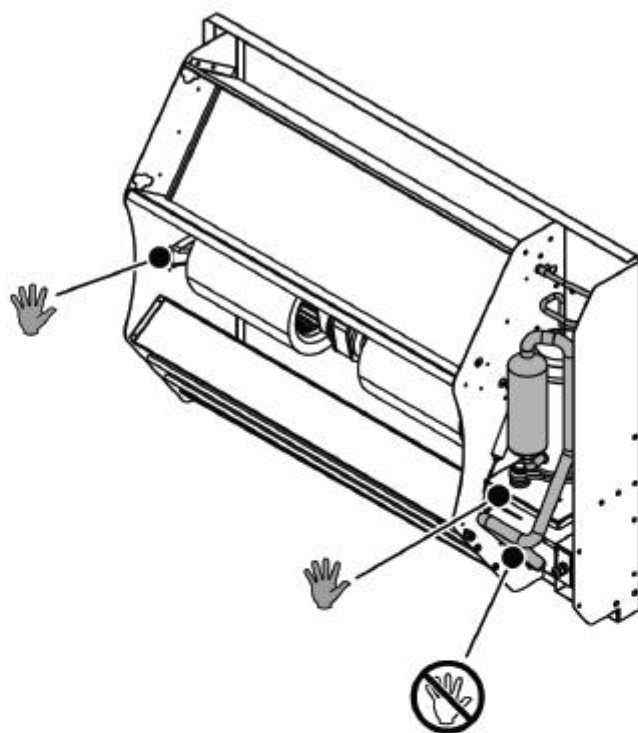
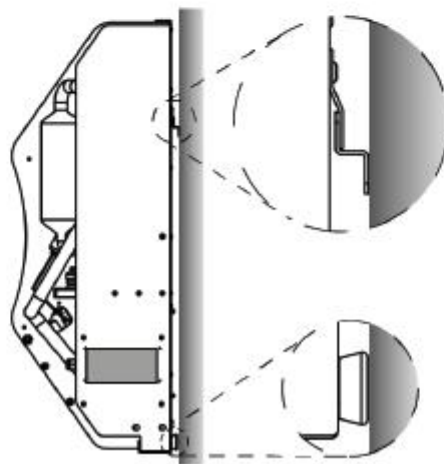

Fig.7 - Points conseillés pour le levage du déshumidificateur
Fig.8 - Position du déshumidificateur sur le mur
- soulever la machine de la manière indiquée sur la figure 7 et la poser sur l'étrier mural de la manière indiquée sur la figure 8
La machine doit être soulevée par deux personnes au moins. Pour soulever la machine ne jamais toucher les tuyaux du circuit frigorifique mais utiliser la poignée qui se trouve sur la gauche de la machine et la plaque du compresseur à droite (voir Fig.7). D'autres parties du châssis peuvent également être utilisées pour le levage, l'important c'est de n'exercer aucune force sur les parties du circuit frigorifique.